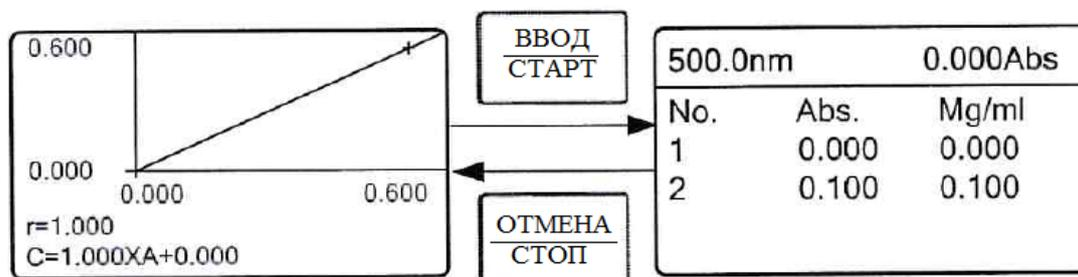

Рисунок 14. Измеренные значения концентраций
2.4.2.7. Прежде чем начать измерения, нажмите кнопку “ВВОД/СТАРТ” в режиме отображения градуировочного графика, при этом на дисплее появится окно в виде таблицы (см. рис. 14), где столбцы “N”, “Abs” и “Mg/ml” означают номер измерения, измеренная оптическая плотность, вычисленное значение концентрации.